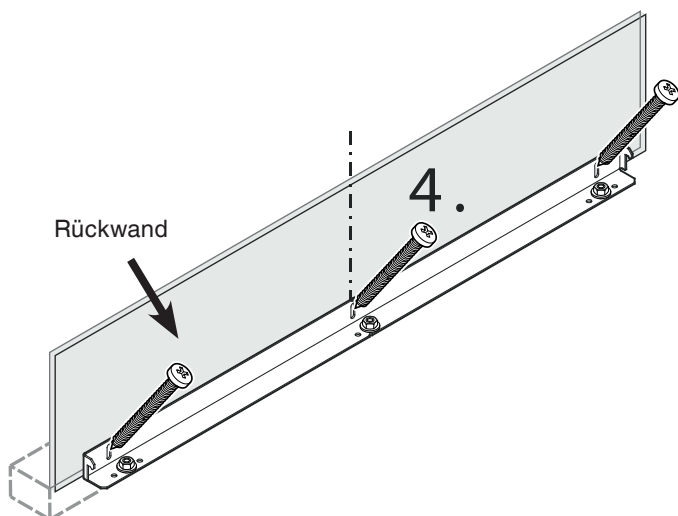

Abbildung 5
4. Kippsicherungswinkel mit 3 Schrauben (6 x 60) an der Rückwand befestigen (**Abbildung 5**) befestigen.